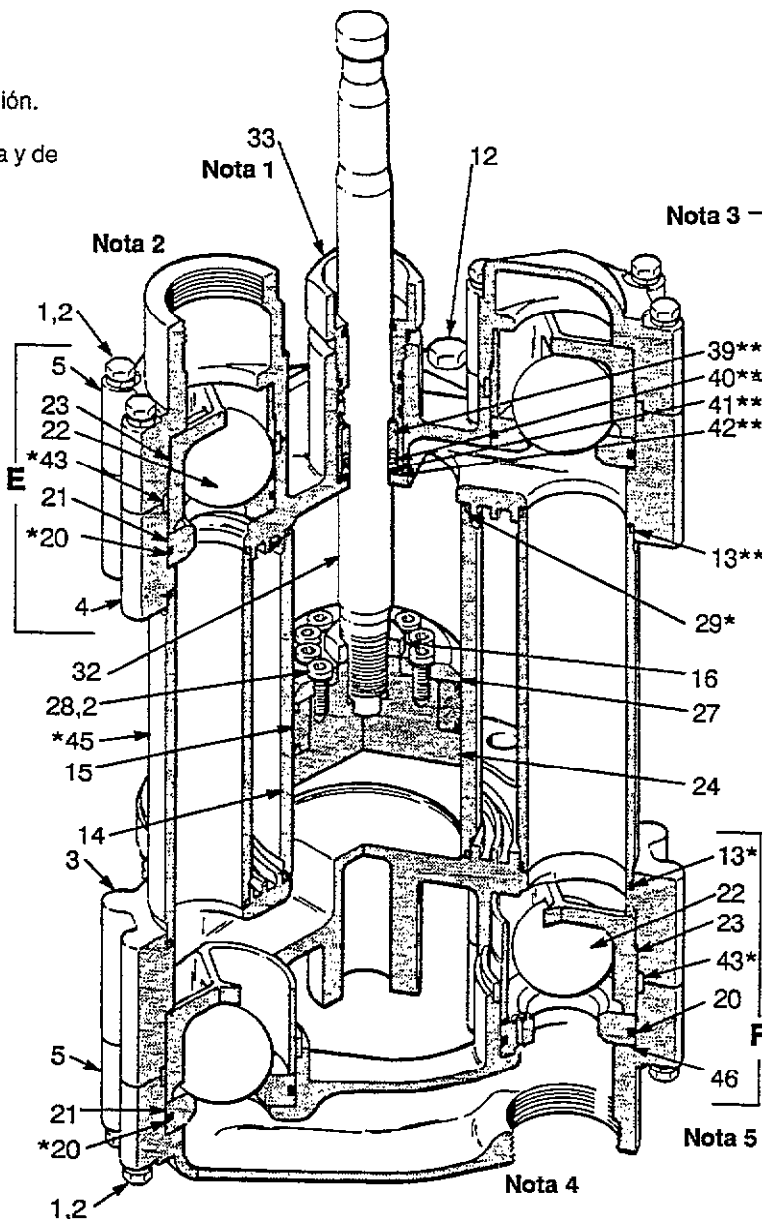

Fig 1.
1. Retire los seis cilindros con tornillos (12). Afloje la tuerca del retén (33). Saque el conjunto de la válvula de salida (E), vea fig 1.
2. Retire los tubos (14) y el cilindro (15) del alojamiento de la válvula de entrada (3). El conjunto del pistón pueden quedarse en el cilindro. Quite los cierres (13 y 29) de los alojamientos de entrada y de salida (3 y 4).
NOTA 6 : Instale 41 y 42 en el alojamiento de la válvula de salida (4) Vea también la fig 1